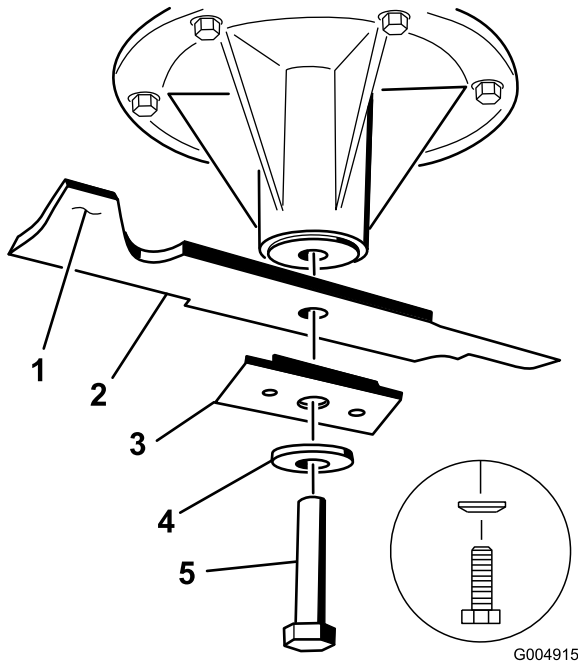

Bild 49
2. Entfernen Sie die Messerschraube, Wellenscheibe, Messerverstärkung und das Messer von der Spindelwelle (Bild 49).
1. Setzen Sie das Messer auf die Spindelwelle (Bild 49).
Wichtig: Der Windflügel des Schnittmessers muss nach oben zeigen, um einen guten Schnitt sicherzustellen (Bild 49).
2. Bringen Sie das Schnittmesser, die Verstärkung, die Wellenscheibe und die Messerschraube an (Bild 49).